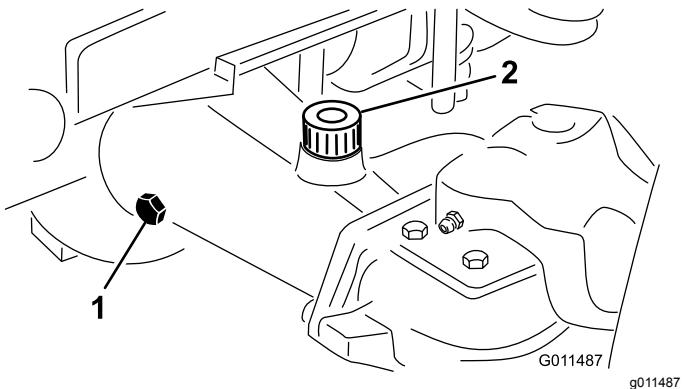

Figura 16
- Retire o tampão de verificação que se encontra numa das extremidades do eixo (Figura 16) e certifique-se de que existe lubrificante até ao fundo do orifício. Se o nível estiver baixo, retire o tampão de enchimento (Figura 16) e adicione lubrificante suficiente para o nível de lubrificante subir até ao fundo do orifício do tampão de verificação.